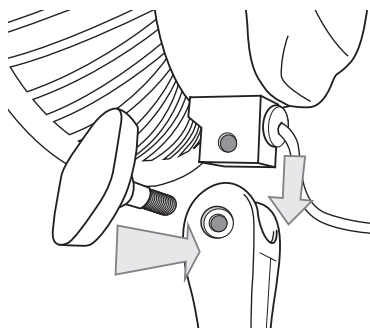

Figura 2
- 2. Coloque la rejilla (2) con alojamiento del motor (3) en el soporte (5). Asegure con tornillo adecuados (Ver figura 2).